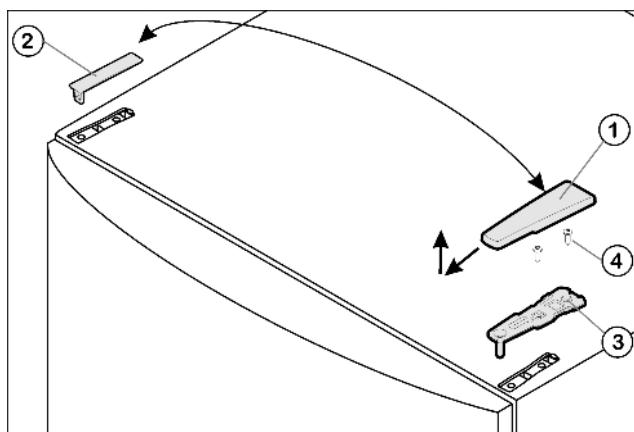

Fig. 4
- Estrarre la copertura Fig. 4 (1) tirandola in avanti e verso l'alto.
- Staccare la copertura Fig. 4 (2).
- Svitare il blocco di supporto superiore Fig. 4 (3) (2 x Torx® 25) Fig. 4 (4) ed estrarre tirando verso l'alto.
- ▶ Inserire il blocco di supporto superiore Fig. 4 (3) sul nuovo lato della cerniera nella porta.
- ▶ Serrare il blocco di supporto superiore **fermamente a 4 Nm** (2 x Torx® 25) Fig. 4 (4). Eventualmente praticare fori a vite o utilizzare un avvitatore a batteria.
- ▶ Innestare la copertura Fig. 4 (1) e la copertura Fig. 4 (2) rispettivamente sul lato opposto dall'esterno e innestare in posizione.